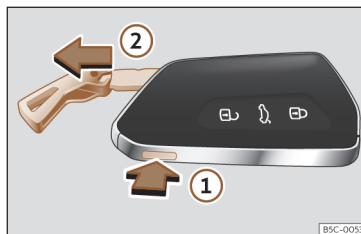

Abb. 68 Fahrzeugschlüssel: Schlüsselbart herausziehen.
- Drücken Sie die Taste >>> (Abb. 68) ①, um die Öse als Schlüsselband freizugeben und den Schlüsselbart herauszuziehen ②. Durch leichten Druck auf die Öse wird diese als Schlüsselband freigegeben.
- Zum Entriegeln drücken Sie die Taste >>> (Abb. 68) ①. Halten Sie die Taste ① gedrückt und ziehen Sie gleichzeitig die Öse in Pfeilrichtung >>> (Abb. 68) ②, um den Schlüsselbart vollständig herauszuziehen.